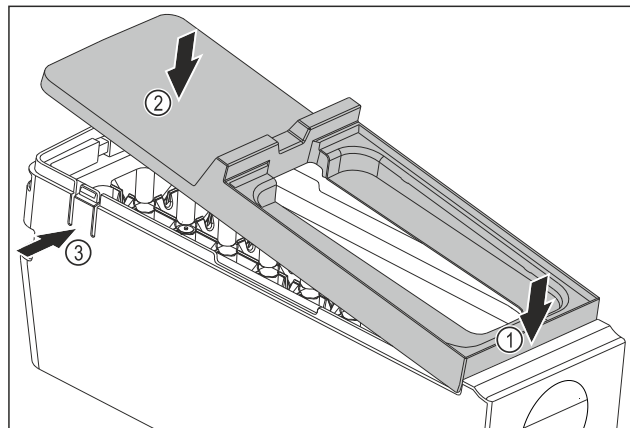

Fig. 113
- Szerelje fel az EasyTwist-Ice egység testének fedelét: Tegye fel előre a fedelet. Fig. 113 (1)
- Süllyessze le hátul a fedelet. Fig. 113 (2)
- A fedél hallhatóan bepattan mindkét fülbe Fig. 113 (3).